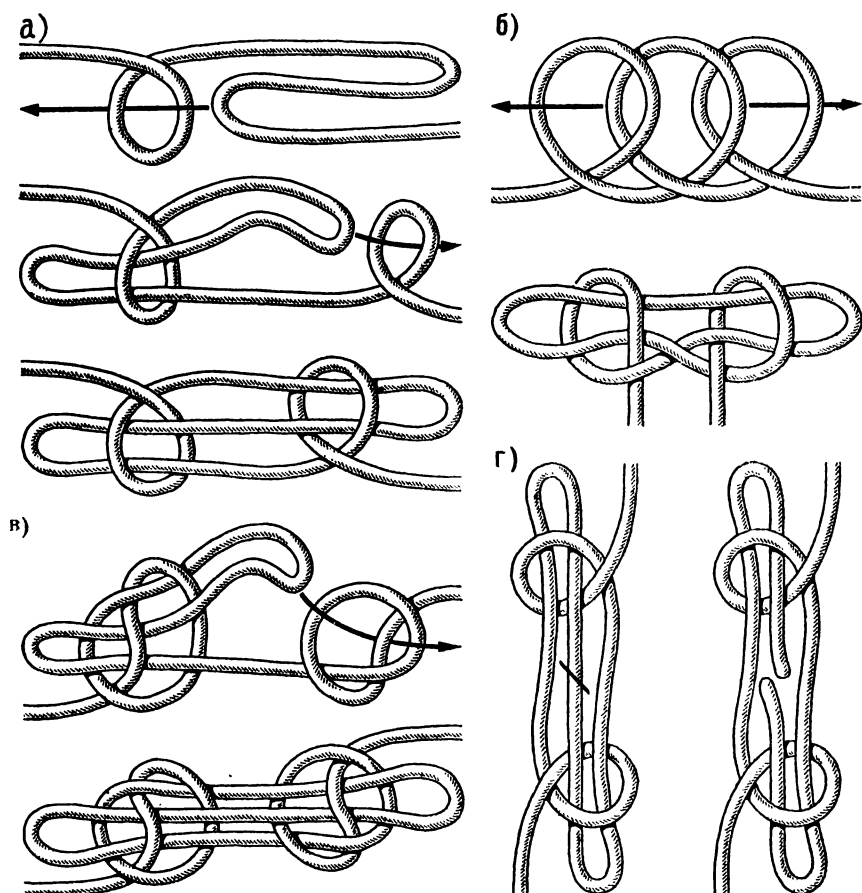

Рис. 113. «Баранья нога»
**Колышка («баранья нога»)** (рис. 113). В английском морском языке этот узел называется «Sheepshank», что означает «баранья ляжка». Такое название узел получил у англичан ввиду внешнего сходства его формы с бараньей ногой. В отечественных пособиях по морскому делу он не имеет никакого собственного названия, его просто именуют «узлом для укорачивания троса».
брам-стенга спущены. Укорачивание тросов на время делали и в других случаях. По традиции моряки разрезают трос при исключительных обстоятельствах. А если, например, на судне требуется для какой-нибудь работы 25 м троса, а под рукой есть свободный кусок только длиной 40 м, то его резать не будут, а укоротят до 25, сделав на нем обычную «баранью ляжку» одним из двух способов (рис. 113, а, б). Для большей надежности, чтобы узел при временном снятии нагрузки случайно не развязался, концы его петель можно закрепить сваечным узлом (рис. 113, в).
при ответственной операции с тросом (как, например, подъем тяжеловеса) есть сомнения в его прочности: допустим, в одном месте перетерта одна прядь или трос надрезан. Чтобы исключить это место из работы и не подвергать его нагрузке, вяжут колышку. Принцип колышки заключается в том, что место троса, перечеркнутое на рис. 113, г, не участвует в работе троса, который завязан этим узлом. В этом месте под нагрузкой трос можно смело перерезать, и он все равно будет держать груз, на который рассчитан по прочности. Пользуясь этим полезным узлом, не нужно забывать, что он прочен и надежен только под нагрузкой, и как только последняя снята, возникает опасность, что узел распадется. Поэтому перед каждым применением троса с завязанной колышкой узел следует проверять или прихватить петли к коренным концам схватками.